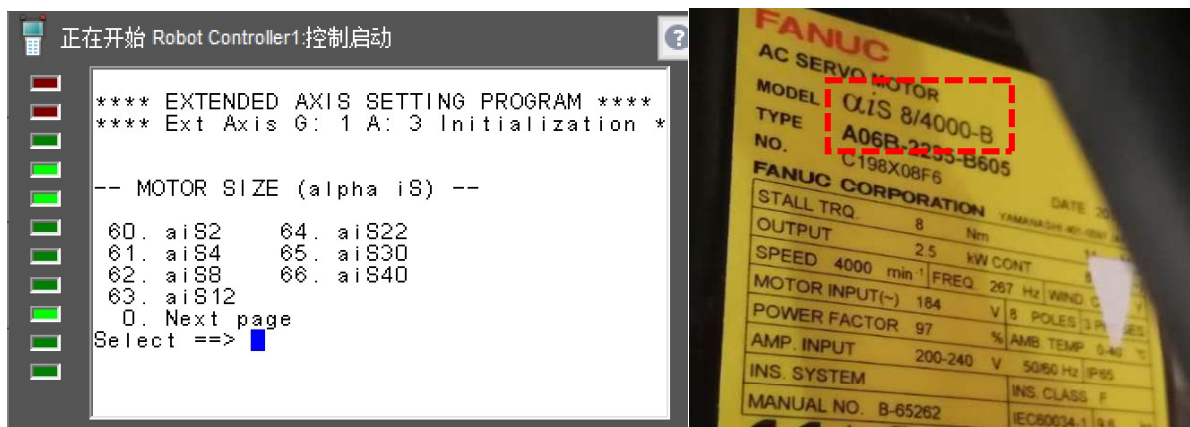

图 4.1.6
6) 在图 4.1.6 中，选择导轨轴电机参数，导轨轴电机型号见电机本体上标签，如电机标签所示，输入 62，点击 ENTER 键确认。（关于本项目的设置，请选择除掉[-B]之后与模型名称一致的伺服电机，如图示为 aiS 8/4000）